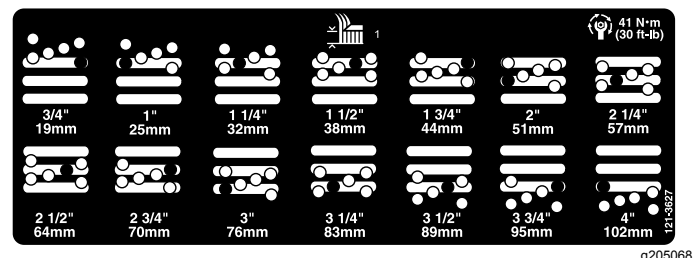

Figure 13
5. Placez la chambre à la hauteur de coupe voulue et mettez l'entretoise dans le trou et la fente correspondants à la hauteur de coupe désignée (Figure 13).